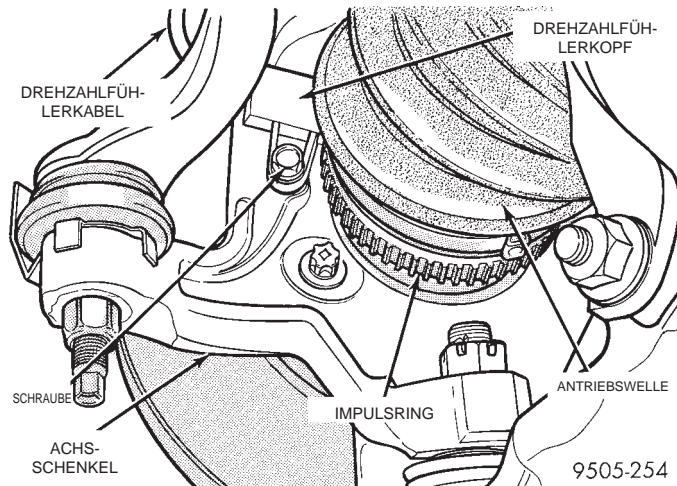

**Abb. 32 Anschluß des Drehzahlfühlerkabels am Fahrzeugkabelbaum**
(4) Die Dichtungstülle des Drehzahlfühlerkabels aus dem Innenkotflügel herausnehmen (Abb. 32) und das Kabel vom Fahrzeugkabelbaum trennen (Abb. 32).
(1) Den Steckverbinder des Drehzahlfühlerkabels am Fahrzeugkabelbaum anschließen (Abb. 32).